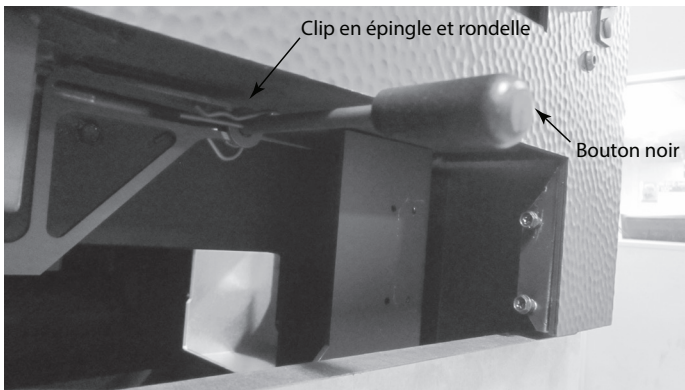

Figure 4.17 Retrait de la poignée
3. Dévissez et retirez le bouton noir. Voir la figure 4.17.
4. Retirez et enlevez le clip en épingle à cheveux avant et la rondelle sur la tige. Voir la figure 4.17.